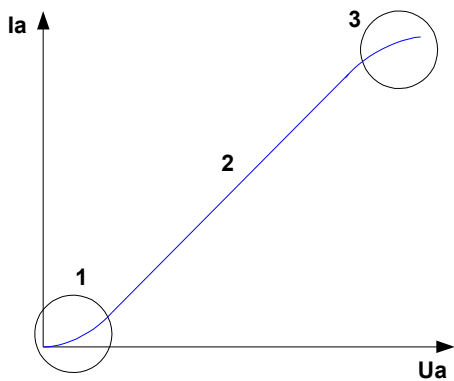

Рис. 124
2) ВАХ и основные параметры электровакуумного диода. ВАХ электровакуумного диода изображена на Рис. 124.